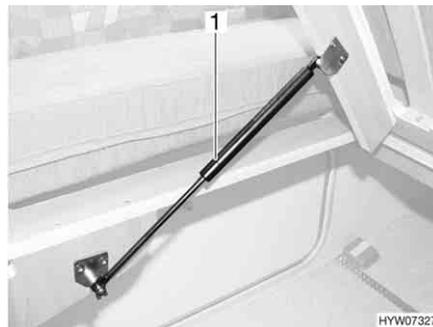

Fig. 97 Cama fija
- Levantar el somier. Los resortes por presión de gas (Fig. 97,1) retienen el somier en la posición abierta.